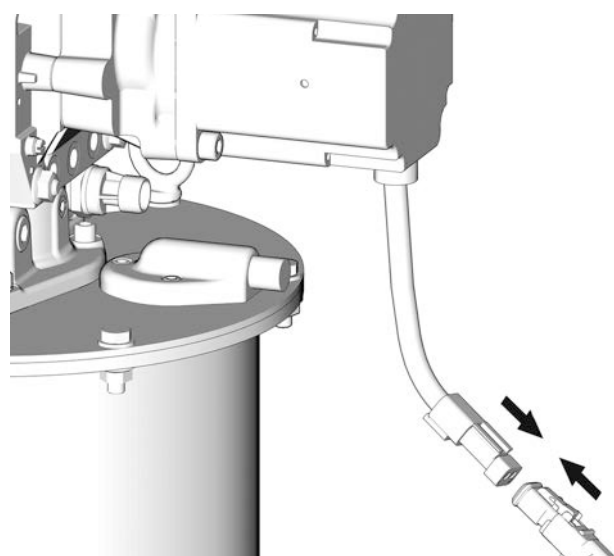

FIG. 9
11. Rebranchez l'alimentation électrique au système (FIG. 9).